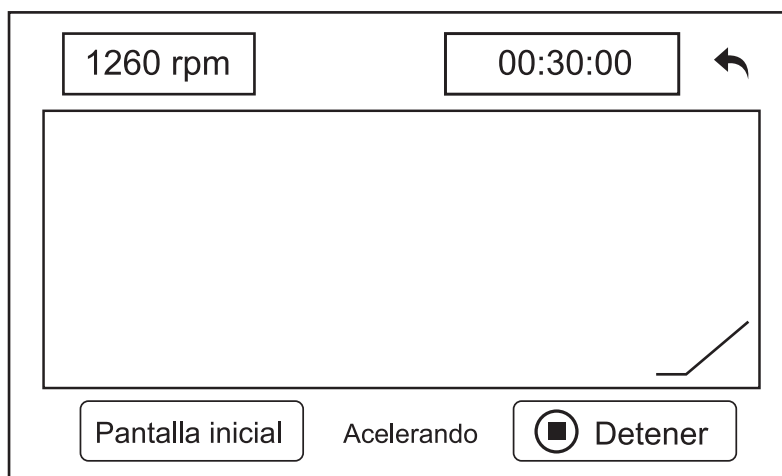

Figura 19.
d) La centrífuga comenzará a funcionar según los parámetros configurados. Al pulsar el botón “**Gráfica**”, se mostrará la interfaz de curvas, como se muestra en la Figura 19. Seleccione “**Detener**” en caso de parar el proceso.